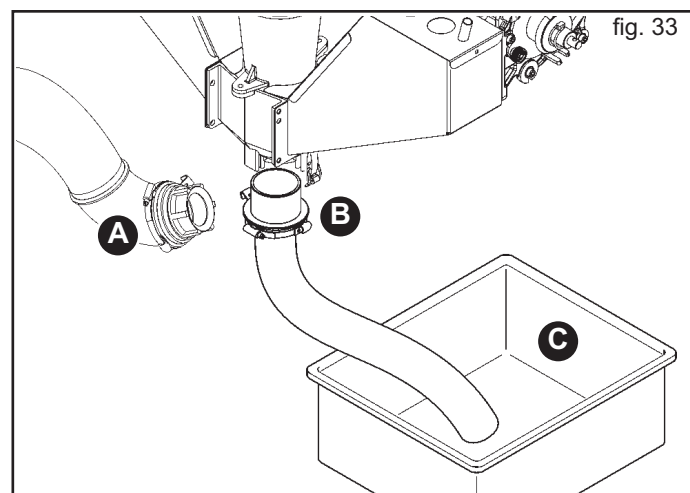

fig. 33
- 2) Retirer la courbe placée sous le canal de l'injecteur (A, Fig. 33), desserrer le dispositif de fermeture rapide.
- 3) Raccorder à sa place le tube de récolte fourni en dotation (B, Fig. 33) et à l'autre extrémité du tube, placer un bac de récolte (C, Fig. 33).